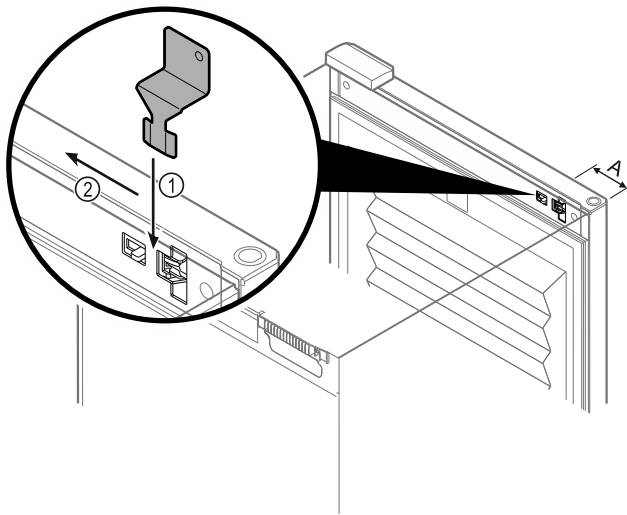

Fig. 148
- Notentriegelungsschlüssel an vorgegebener Stelle positionieren Fig. 148 (A) \approx 100 mm.
- Notentriegelungsschlüssel Fig. 148 (1) zwischen Tür und Gerätekörper von oben bis zum Anschlag einstecken.
- Notentriegelungsschlüssel in Richtung Scharnier ziehen. Fig. 148 (2)